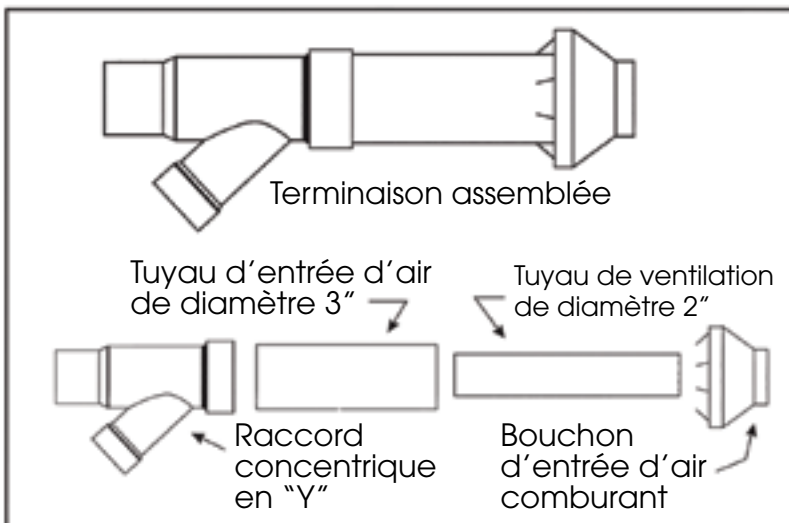

Figure 1 : Terminaison de ventilation assemblée
- a. Collez le raccord en "Y" au tuyau d'entrée d'air de plus grand diamètre (figure 1).
- b. Collez le bouchon d'entrée d'air comburant au tuyau de plus petit diamètre (figure 1).
- i. Assurez une distance adaptée entre la tuyauterie et d'autres structures. Il est recommandé que les tuyaux et les raccords soient installés au moins 1 pouce de la structure portante. Dans certains cas, une distance supplémentaire peut être nécessaire. Référez-vous aux tableaux de dilatation linéaire (figures 1 et 2) pour déterminer si cette distance supplémentaire est nécessaire.